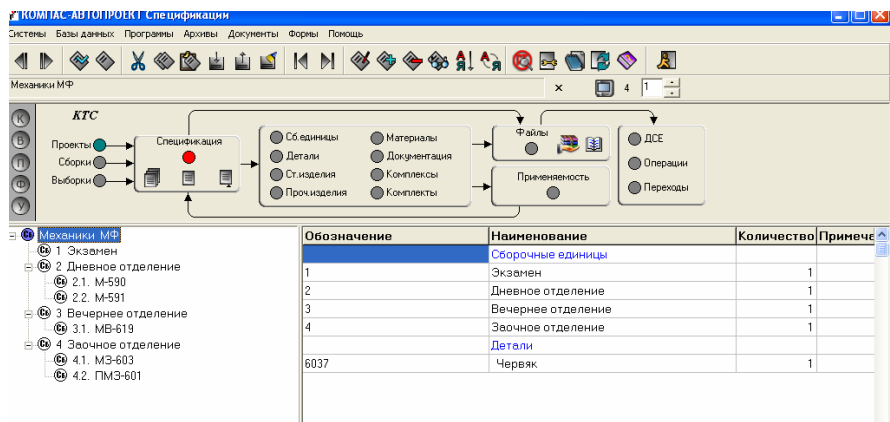

Рис. 3
- ↗ в схеме навигации сделать активной вершину Спецификация, после этого окно будет иметь вид, показанный на рис. 3.